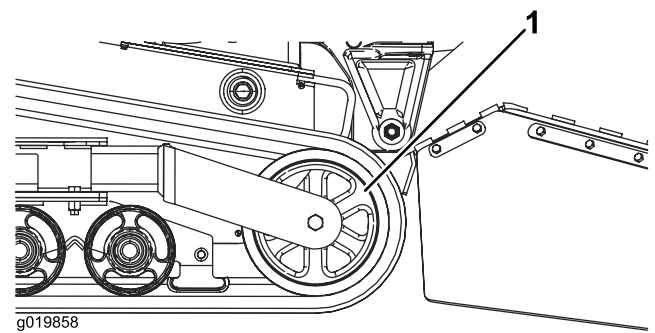

Figure 49
7. Lorsque la chenille est déchaussée, déposez-la de la machine (Figure 49).
5. Poussez la roue de tension vers l'arrière aussi loin que possible (Figure 49).